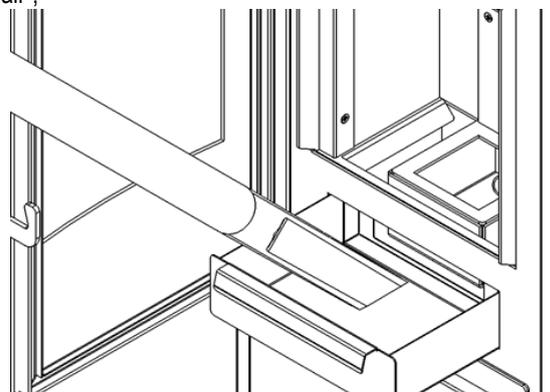

Figure 4
- chaque semaine, tirer le cendrier pour pouvoir le vider (tout en faisant attention à ce que les cendres soient froides) (fig 4) ;